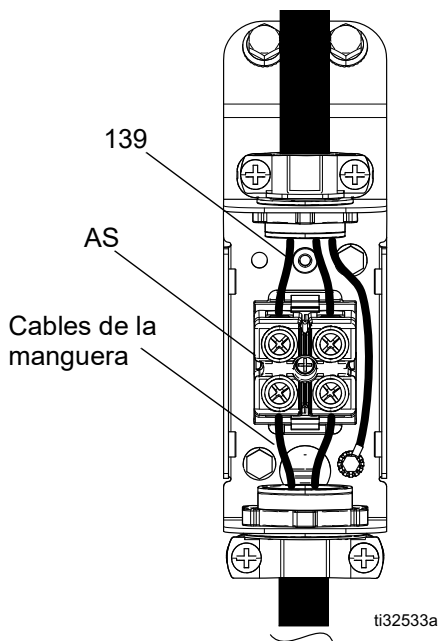

FIG. 70
2. Abra la puerta del armario eléctrico (173) aflojando los pernos (68) y levantando hacia arriba la puerta.
3. Desconecte el disyuntor CB5 y los cables de la manguera en la caja de conexiones eléctricas de la manguera. Vea la FIG. 70, página 72.
- b. Si hay continuidad, reconecte los cables de la manguera en la caja de conexiones eléctricas. Vea la FIG. 70, página 72. Conecte el disyuntor CB5. Cierre la puerta del armario eléctrico (173) y apriete los pernos (68).